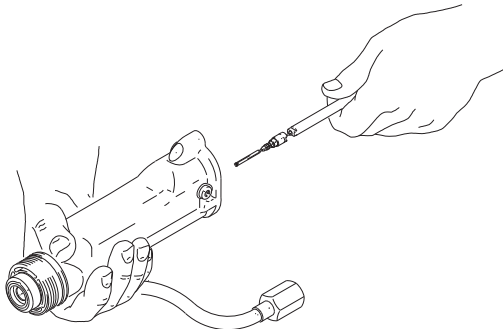

FIG. 32. Akışkan İğnesinin Değiştirilmesi
8. Akışkan iğnesi donanımını tabanca namlusuna monte edin. İğneyi 2 mm bilya uçlu anahtar (48) ile içeri itin ve sıkın. Bkz. FIGURE 32.
9. Yayı (5) monte edin.
10. Topraklama yayının (6) yerinde olduğundan emin olarak yaylı başlığı (31) takın. Tam oturana dek sıkın. **Aşırı sıkmayın.**
11. Namluyu (1) takın, sayfa 42.